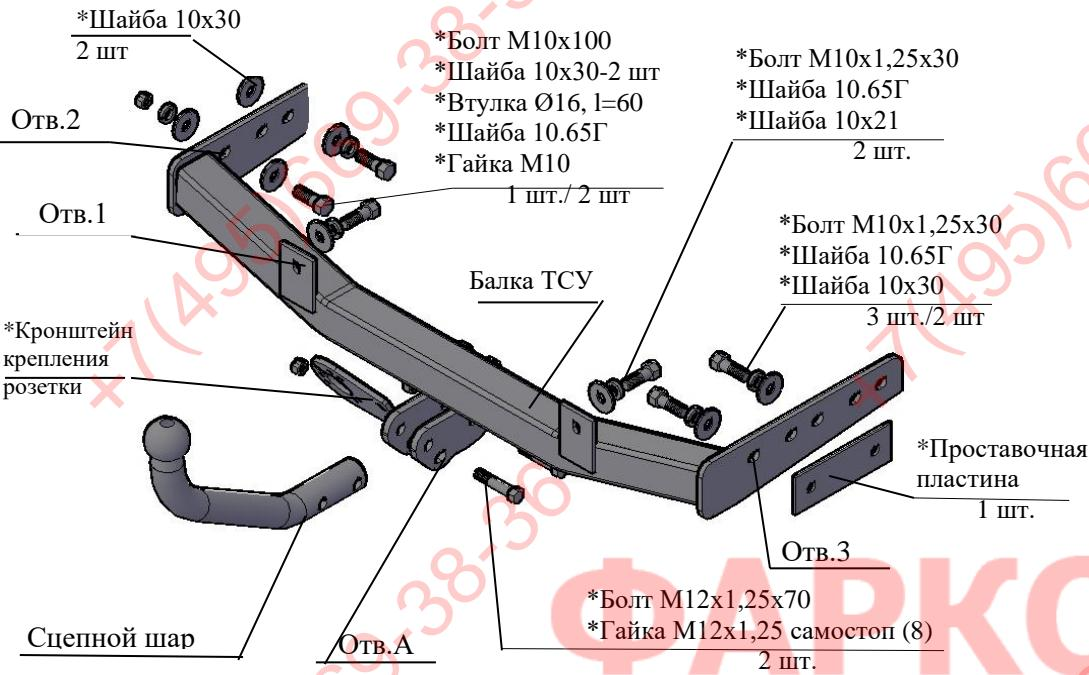

Рис.1 Тягово-сцепное устройство ТСУ 2191.
| 2.1 ТСУ 2191 в сборе (рис.1) | 1 шт. |
| 2.2 Пакет с комплектующими (см. рис.1) | 1 шт. |
4.2 Приложить ТСУ к местам крепления на а/м и просверлить отверстие Ø11 в точке “2” и “3” (отверстие “3” только для Лада Гранта седан 2018 модельного года) в лонжероне насквозь, используя ТСУ как кондуктор. С внутренней стороны рассверлить отверстие до Ø17 (под втулку Ø16, втулка на рис.1 условно не показана).
4.3 Закрепить ТСУ через отверстия “1” к кузову автомобиля, не затягивая крепеж (соответственно рис.1).